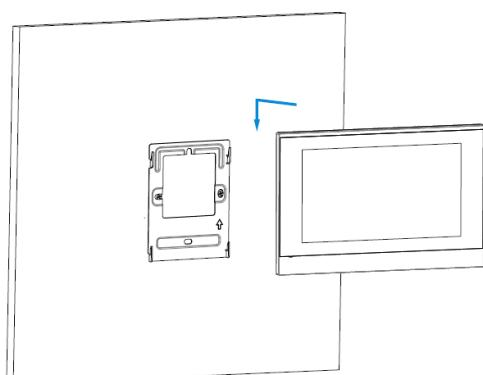

Figure 6: Device mounting
8. Lijn het apparaat uit met de muurbeugel. Druk naar beneden om het apparaat stevig vast te zetten (Afbeelding 6).